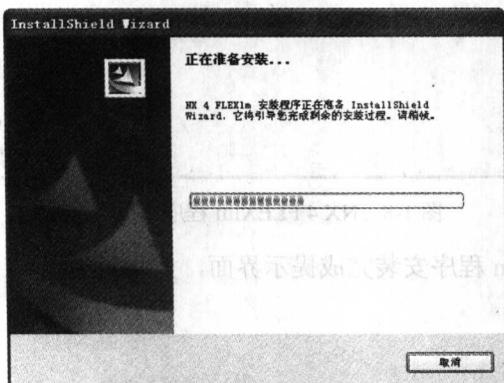

图 1-3 计算机配置检测界面
(5) 选择“中文（简体）”安装语言，单击  按钮系统检测计算机配置，如图 1-3 所示。